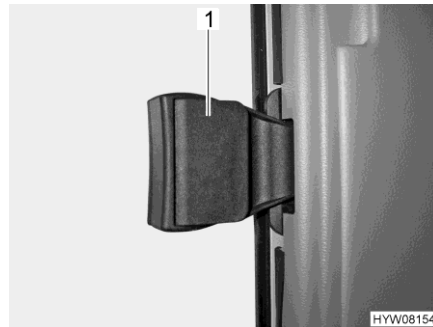

Bild 43 Beifahrerfenster
- Griff (Bild 43,1) herausklappen.